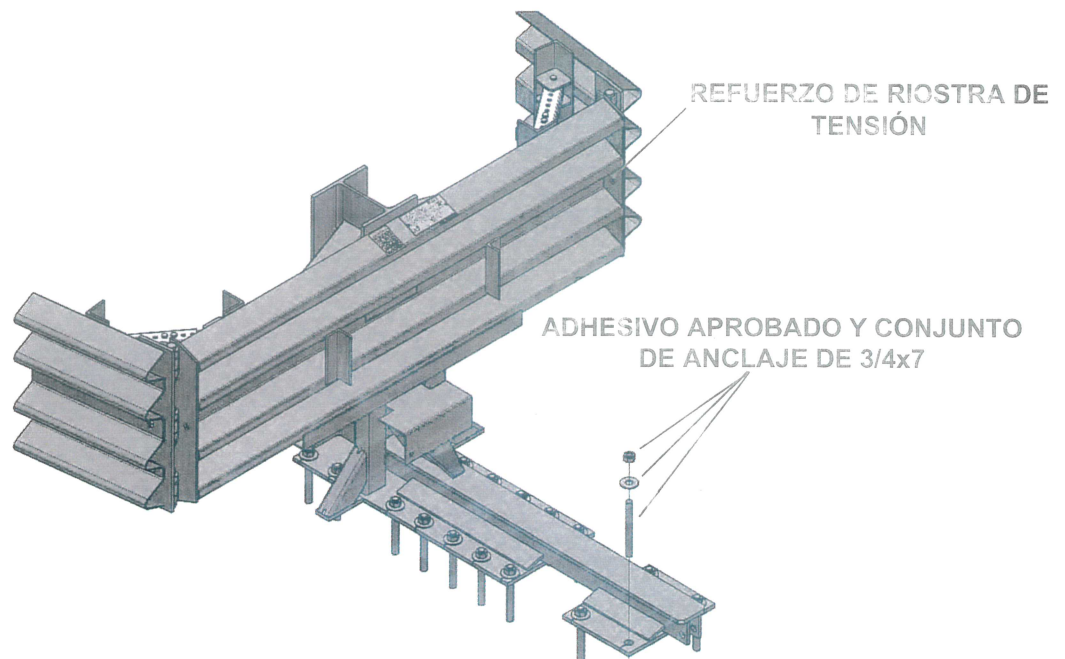

Figura 14
2) Ancle el Refuerzo de la riostra de tensión (Figura 14)